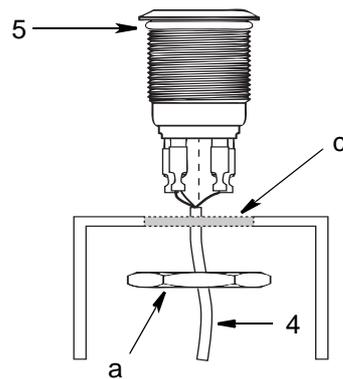

FIG. 2
5. Faire passer et sécuriser le faisceau de câblage (4) de l'emplacement l'installation G3. Enlever l'excédant de la longueur du câble à partir du faisceau de câbles (4).
6. Bande d'environ 1 pouce (2,54 cm) de l'enveloppe du harnais et 1/4 pouces (0,63 cm) du conducteur de retour. Installer les connecteurs rapides (2) aux câbles (4) en utilisant un connecteur à sertir.
7. Insérer l'extrémité des câbles (4) du côté arrière du panneau ou de la plaque, à travers le contre-écrou (a) et à travers le trou dans le panneau ou la plaque (c) (FIG. 2). (Noter l'emplacement du joint torique (5) pour une installation correcte.)